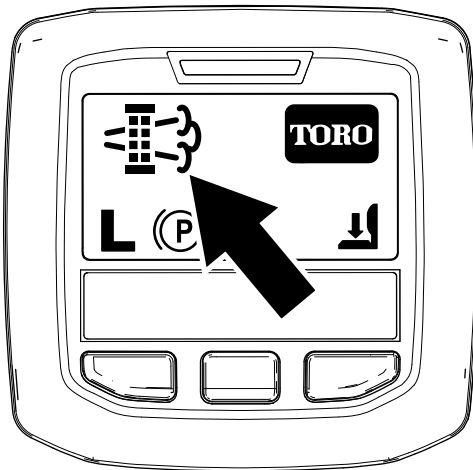

Figura 42
- Quando il computer del motore richiede una rigenerazione parcheggiata o una rigenerazione di recupero, nell'InfoCenter viene visualizzata l'icona della richiesta di rigenerazione (Figura 42).